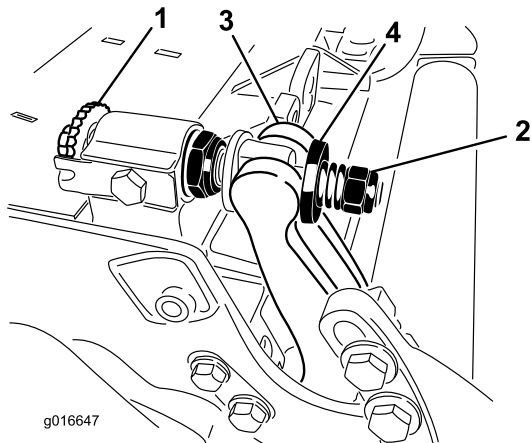

Figura 28
1. Ruotate le viti di regolazione della barra di appoggio in senso antiorario per allontanare la controlama dal cilindro (Figura 28).
2. Allentate il dado di tensione della molla finché la rondella non sarà più in tensione contro la barra di appoggio (Figura 28).